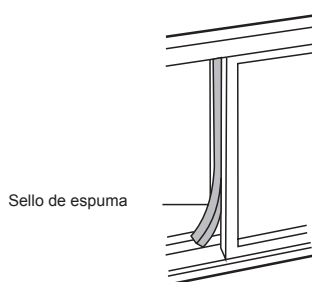

Fig. 15
5. Corte la longitud necesaria de sello de espuma y selle la abertura entre el marco superior y exterior de la ventana, como se muestra en la Fig. 15.